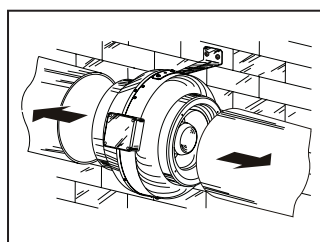

Рис. 19
2. Отсоедините воздухопроводы от вентилятора (рис. 19);